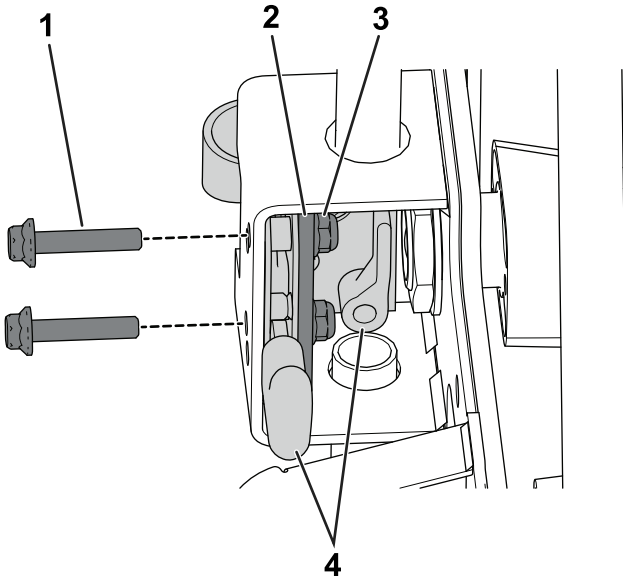

图1
- 卸下将门锁组件固定到手柄支架上的螺栓、支撑板和螺母 图1。
6. 使用在步骤 1 中卸下的五金件将门锁组件安装到手柄支架上请参阅图1。